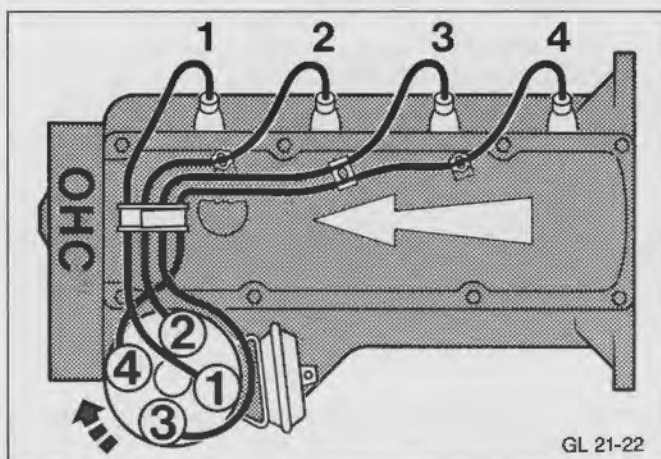

Fig.110. Tændledningernes placering/tændingsrækkefølge
5. Tilslut tændledningerne, Fig.110, og monter luftfiltret. Tilslut batteriets stelforbindelse.